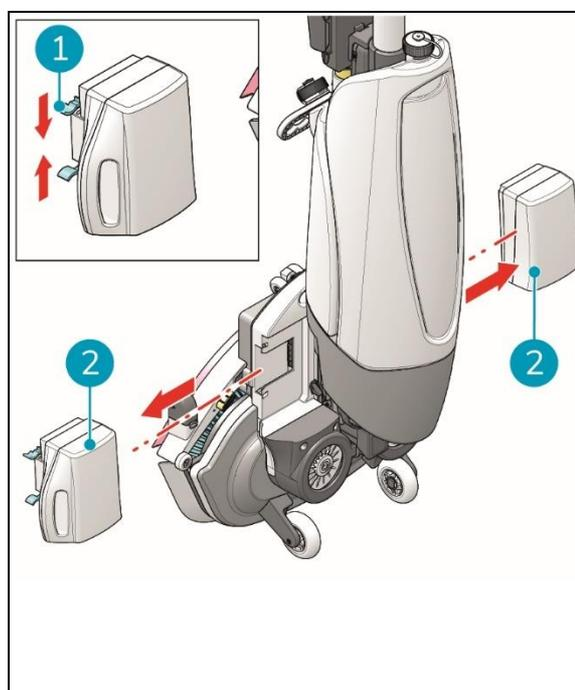

Figura 28
3. Enquanto pressiona os dois pinos de plástico para dentro (Figura 28, pos. 1), puxe cada conjunto de pilhas para fora (Figura 28, pos. 2).